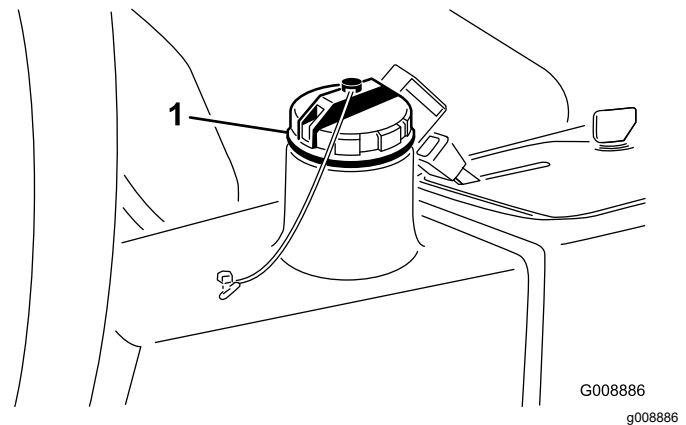

Bild 81
4. Füllen Sie den Behälter (Bild 81) mit ca. 13,2 Liter Hydrauliköl, siehe Prüfen der Hydraulikanlage \(Seite 28\).